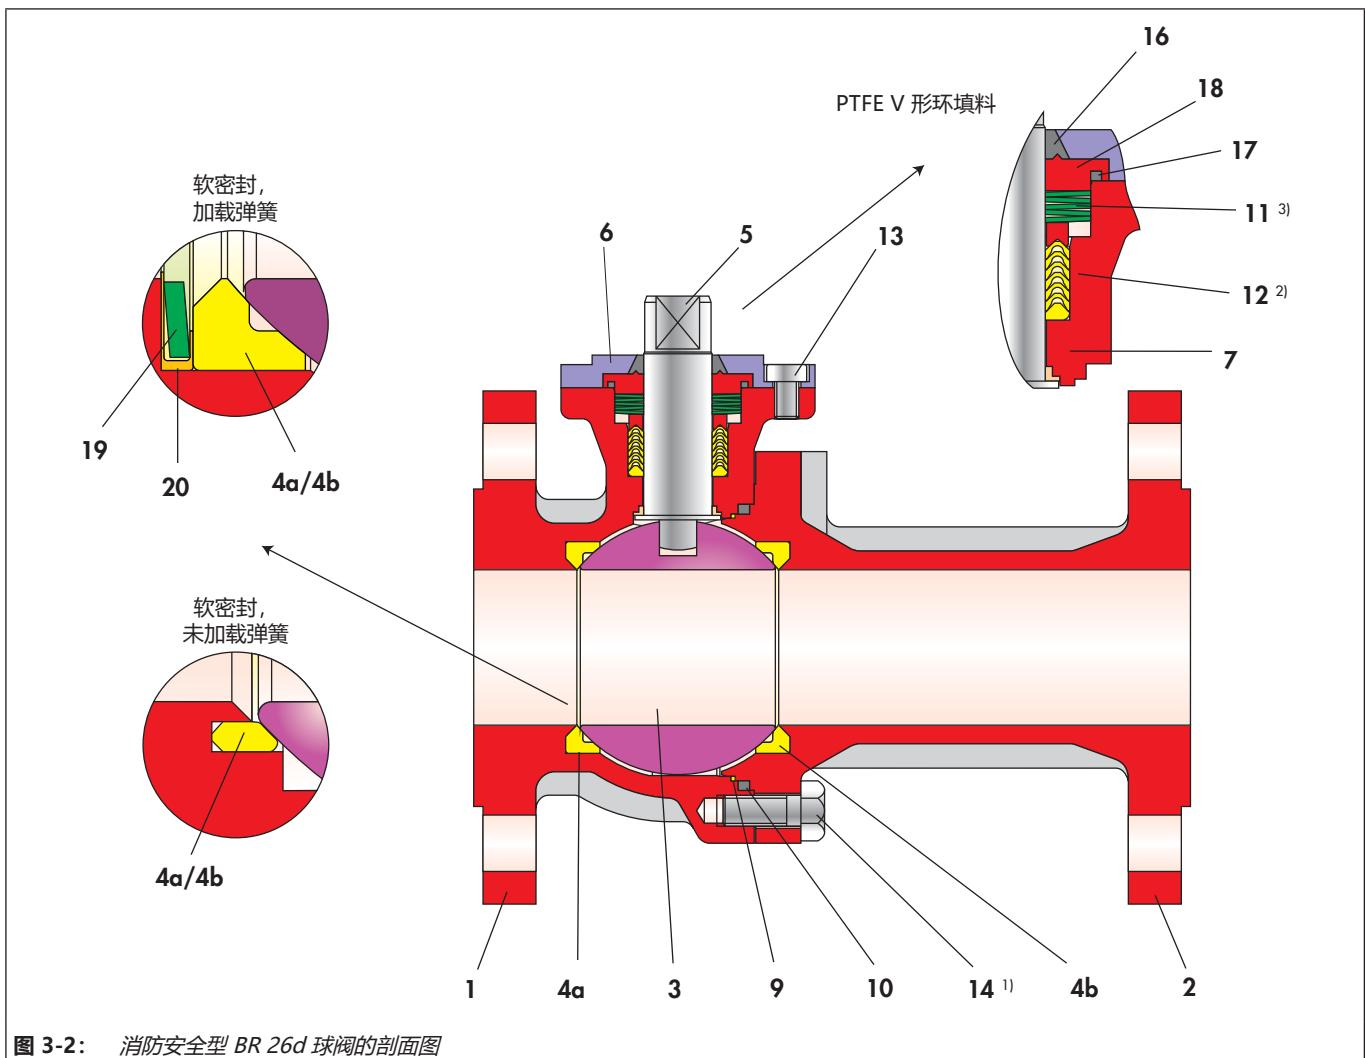

图 3-2: 消防安全型 BR 26d 球阀的剖面图
- ⇒ 以轻微旋转运动推动 V 形环填料 (12) 经过预组装控制轴 (5)，并将其插入主阀体 (1) 的填料空间。有关 V 形套筒的排布和数量，请参见图 3-2 和表 3-5。
- ⇒ 将盘簧组 (11) 放在填料 (12) 上。有关盘簧的排布和数量，请参见图 3-2 以及表 3-5 和表 3-6。
- ⇒ 将碳石墨环 (17) 按入衬套 (18)。
- ⇒ 推动带有碳石墨环 (17) 的衬套 (18) 经过控制轴 (5)，以使其停靠在盘簧 (11) 上。
- ⇒ 小心向上推动石墨环 (16) 经过控制轴 (5)，直抵衬套 (18)。
- ⇒ 将填料箱法兰 (6) 穿过控制轴 (5) 放到主阀体 (1) 上。
- ⇒ 轻轻润滑螺钉 (13)。
- ⇒ 用螺钉 (13) 均匀调整填料箱法兰 (6) 并以交叉方式拧紧。